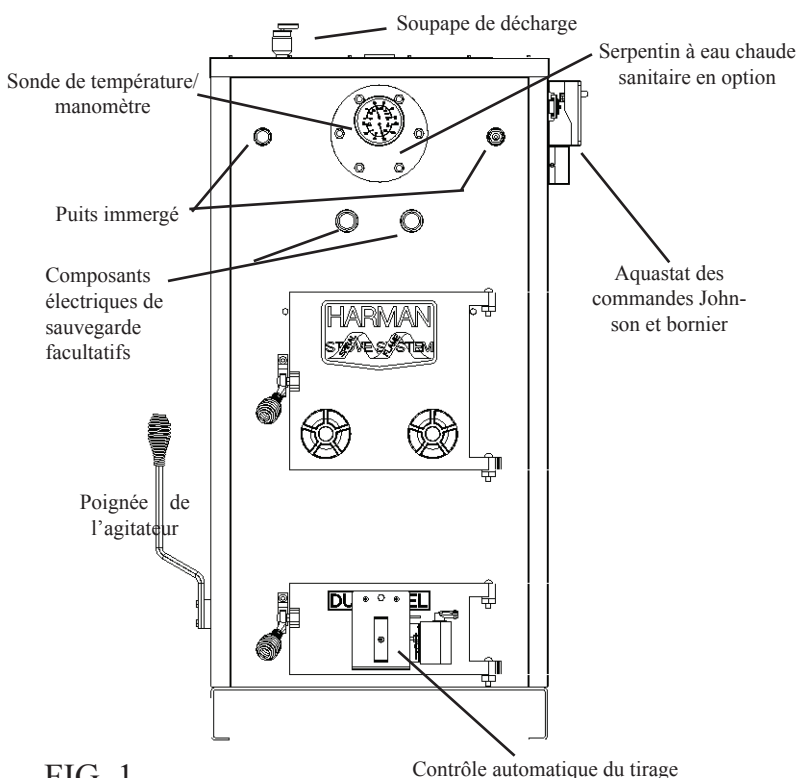

FIG. 1
Installez la sonde de température/le manomètre dans le moignon de conduite situé au centre de la plaque ronde à l'avant du chauffe-eau (fig. 1).
Placez le rail DIN sur une surface plate, en orientant le côté plat vers le bas. Placez une pince sur son extrémité gauche. Glissez la commande A350 sur le rail depuis la droite, jusqu'à ce qu'elle bute contre la pince à l'extrémité. Glissez la commande Y350 sur le rail en guidant le connecteur enfichable et en connectant ce dernier à la commande A350. Puis installez la commande S350 en guidant de nouveau le connecteur enfichable avec précaution. Installez l'autre pince sur l'extrémité droite du rail DIN. Enlevez les couvercles des trois commandes en desserrant leurs quatre vis. Installez la boîte de connexion sur les commandes au moyen des (3) raccords filetés Chase fournis dans la trousse. Installez la boîte de connexion et les commandes sur la tôle latérale du chauffe-eau, comme illustré à la figure 1, en utilisant les quatre trous de la boîte de connexion. Utilisez (2) écrous no 8-32 pour installer le bornier sur les goujons situés à l'intérieur de la boîte de connexion.
Si vous avez besoin d'un système électrique de sauvegarde, installez-le maintenant. Deux boîtes de commande supplémentaires devront être ajoutées à votre aquastat. Un rail DIN plus long sera donc nécessaire. Les deux éléments de chauffage doivent être installés sur l'avant du chauffe-eau (voir figure 1).